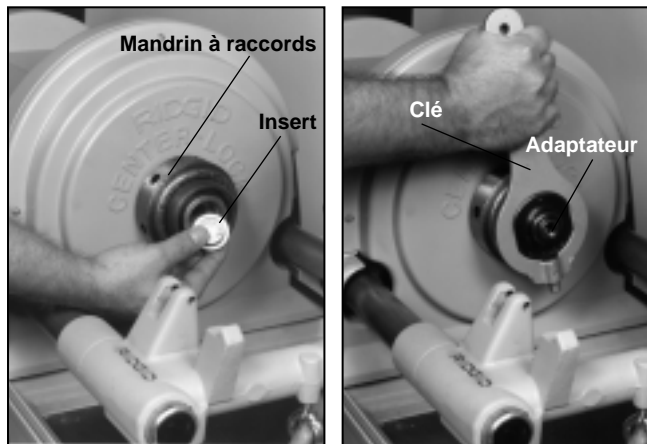

Figure 16 – Installation de l'insert et des adaptateurs
2. Installez le 819 avec adaptateur n° 839 (Figure 16).